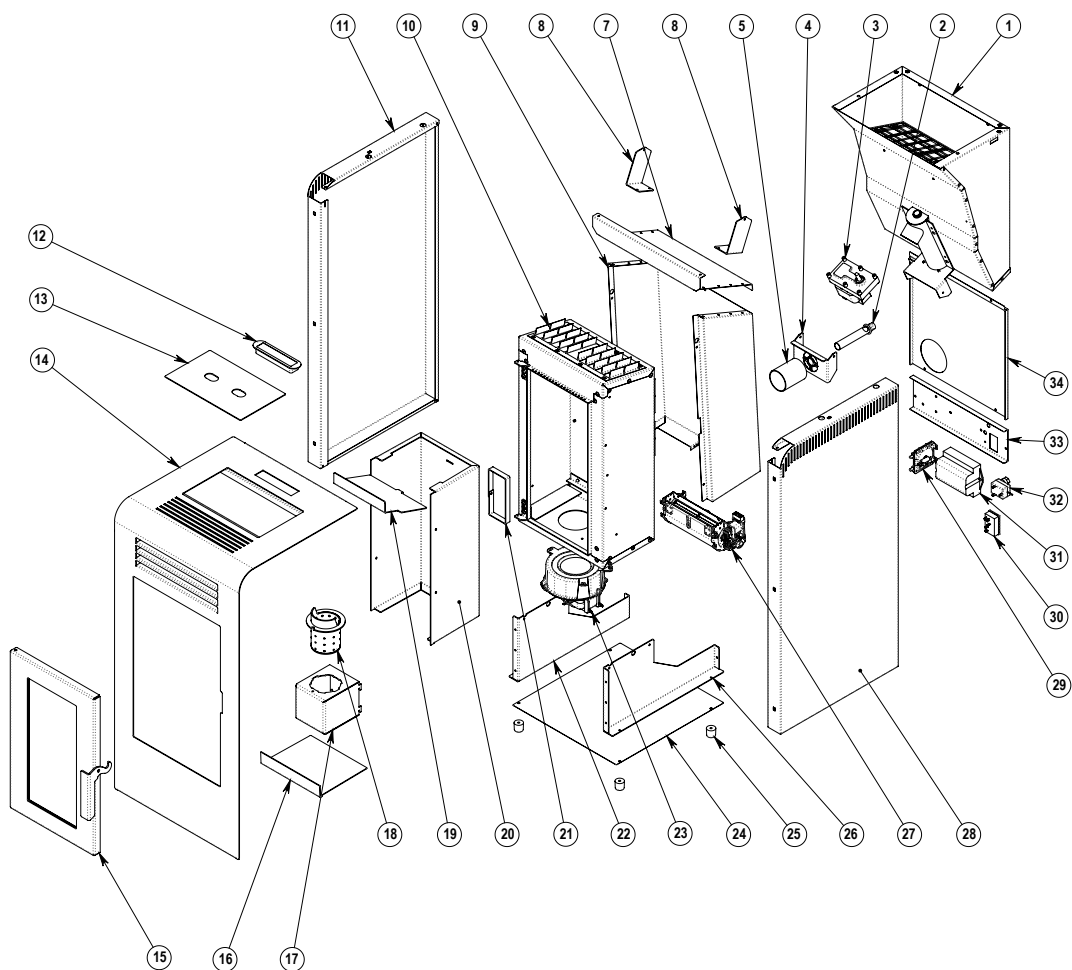

Abbildung 1
11. Prüfen Sie, ob der Ofen auf jeder der fünf Brennstufen über das richtige Luft-/Brennstoffverhältnis verfügt, indem Sie das Flammenbild auf jeder der fünf Brennstufen kontrollieren. Siehe auch Abbildung 1. Regeln Sie das Luft-/Brennstoffverhältnis nach, sofern erforderlich. Die Nachregelung des Luft-/Brennstoffverhältnisses darf ausschließlich durch einen Klima-Service-Techniker ausgeführt werden.